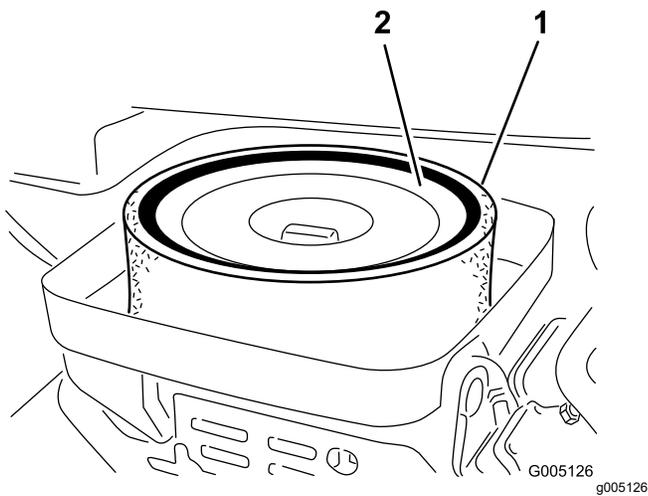

図 28
3. エレメントをエアクリーナに固定している蝶ナットを外す 図 28。
4. スポンジ 図 28を点検し、汚れていればペーパーエレメントから外す。以下の要領で丁寧に清掃してください